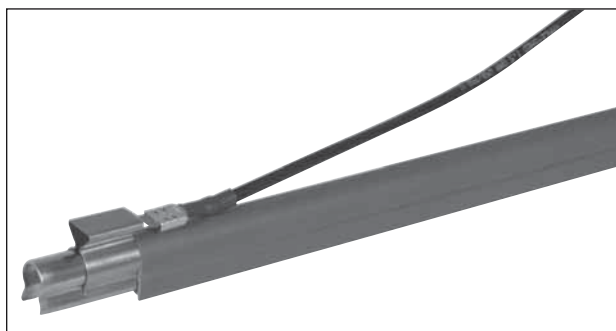

Bild 14: Einspeiseklammer für Überleitungsstück montiert
- Bei Überleitungsstücken mit Einspeisung: Einspeiseklammer auf das Stromschiene Profil klemmen (Bild 14) (viereckige Öffnung freilassen, Skizze 2 und 7).